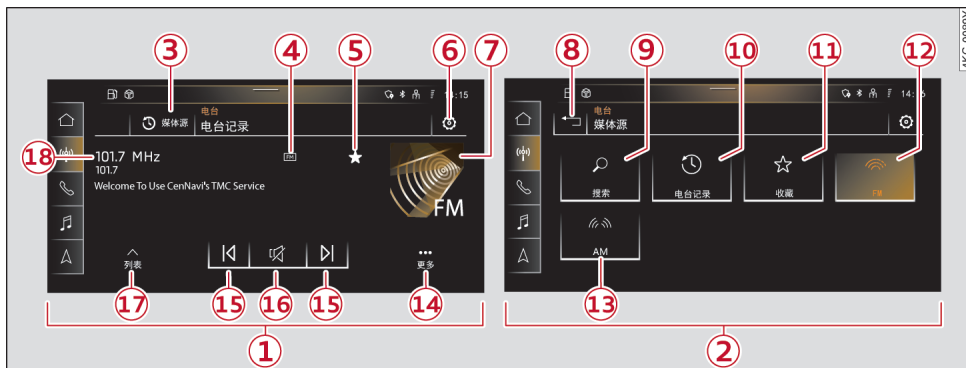

图 154 上面的显示屏：左侧：播放视图的电台功能；右侧：媒体源
- ▶ 在播放视图中点按☆⇒ 166 页，图 154。
前提：显示播放视图⇒ 166 页，图 154。